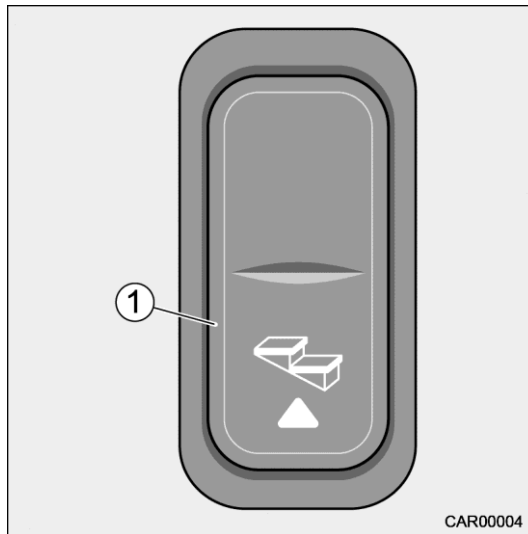

Fig. 7 Interrupteur en cabine
1. Appuyer sur l'interrupteur à bascule (Fig. 7/1) et le marche-pied rentre complètement.